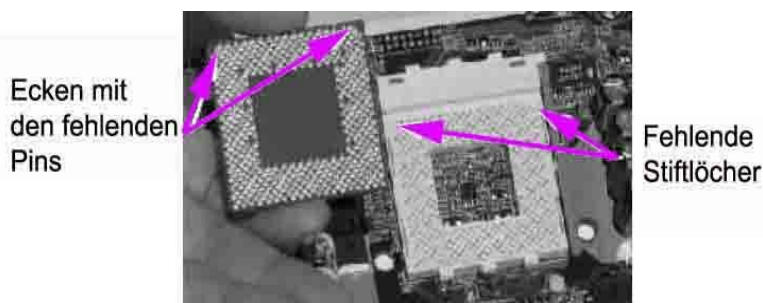

Abbildung 67: Richtiges Platzieren der CPU [56]
4. Setze den Prozessor richtig herum auf den Sockel. D.h. die Markierungen der CPU muss mit den Markierungen des Sockels übereinstimmen, siehe Abbildung 67. Der Fixierhebel muss weiterhin geöffnet sein. Die Prozessor-Pins müssen einfach in die Löcher hineinfallen - keinesfalls drücken!